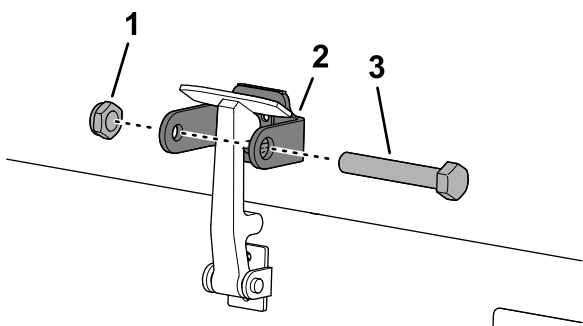

Figura 37
8. Înurubai urubul în celălalt bra al colierului clichetului capotei pentru a bloca clichetul în poziie (Figura 37).